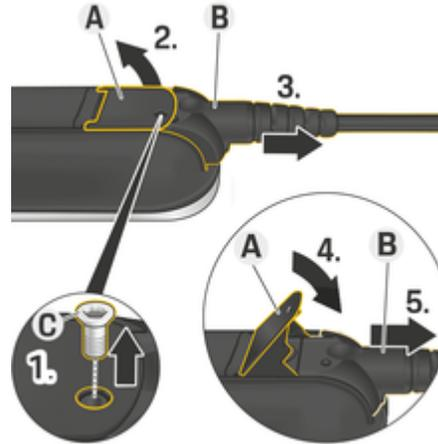

Fig. 8: Extracción del cable
1. Suelte el tornillo **C** (Fig. 8) con la herramienta adecuada.
2. Levante la palanca **A** (Fig. 8).
3. Extraiga el enchufe **B** (Fig. 8) hasta que note la primera resistencia.